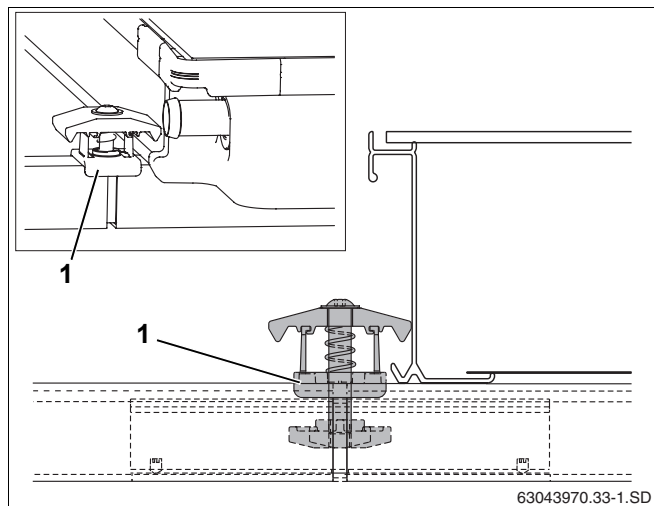

Рис. 48 Установка двухсторонних зажимов
- Установить двухсторонний зажим гайкой вниз в отверстие профильной рейки и соединительной вставки так, чтобы пластмассовая распорка (рис. 48, поз. 1) охватывала профильную рейку.